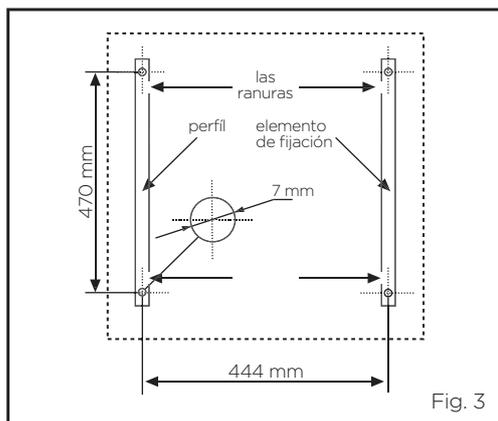

Fig. 3
3. Para realizar la instalación de luminarias modelo SSV con el tipo de la carcasa "superpuesto" se debe fijar en la base superior (techo) dos elementos de fijación, como se muestra en la Fig. 3. A continuación, colgar la luminaria, insertando las piezas en las ranuras (indicadas por las flechas en la figura 3) los bordes (pestañas) (indicadas por las flechas en la figura 4) de la carcasa de la luminaria.